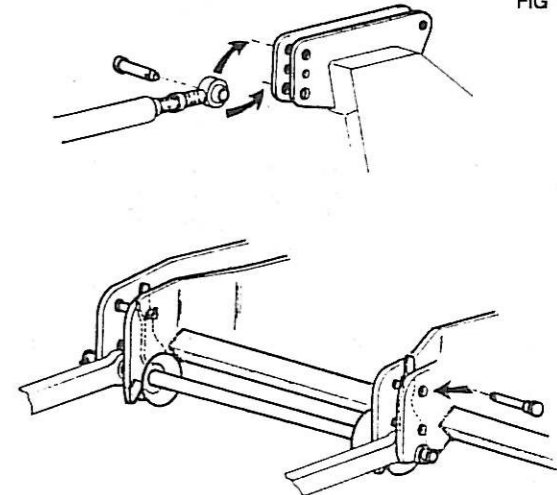

FIG 11
3. Utilisation catégorie II standard (voir fig. 11 & 13)
3. Kat. 2 - Standard (siehe Fig. 11 + 13)
3. Category II - Standard (see fig.11 & 13)